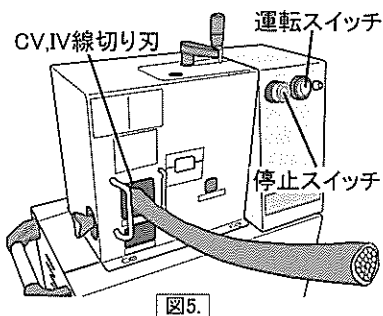

図5.
- 「CV,IV線切り刃」の口に電線を差込めば皮むきができます。(図5.)
- 【注】 電線が巻癖などでカールしている場合、上向きに反った状態で差込んでください。(図5.) 電線がスムーズに送られます。